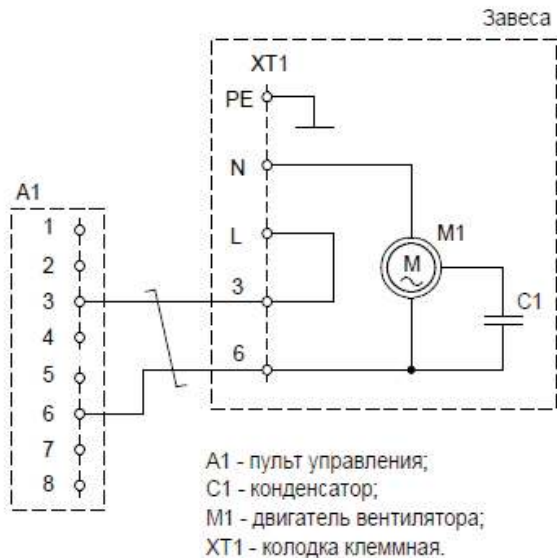
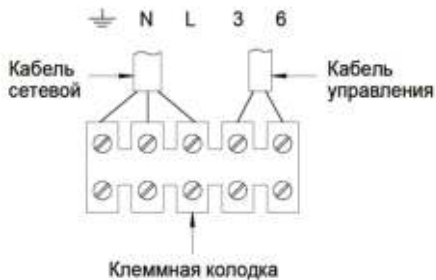

Рис. 2 Схема WH
Рис. 3 Схема подключения
5.2 Электрическая схема завесы приведены на рис.2 Приложения.
6.5 Пульт управления подключать в соответствии с электрической схемой завес (см. рис.2 Приложения) и схемой подключения (см. рис.3 Приложения). Для подключения использовать двухжильный кабель сечением медной жилы 0,5 - 1,0 мм².
- отвернув два самореза, снять крышку на верхней стенке корпуса завесы и подключить кабель к клеммной колодке завесы в соответствии с электрической схемой и рис.3 Приложения.
6.6 Подключение завесы к электросети осуществляется через автоматический выключатель **после подключения пульта управления**. Для этого необходимо подключить силовой кабель к клеммной колодке завесы в соответствии с рис.3 Приложения. Для подключения использовать трехжильный кабель сечением медной жилы не менее 1 мм².